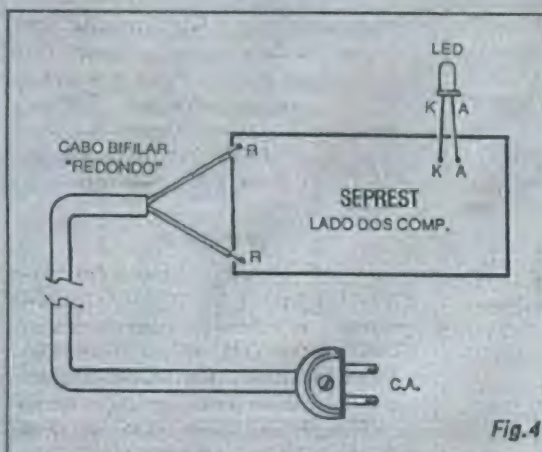

Fig. 4
- FIG. 4 - CONEXÕES EXTERNAS À PLACA - As ligações externas à placa são elementares... O LED (identificar corretamente seus terminais de *catodo/anodo* ou A/K...) tem suas pernas ligadas aos furos/ilhas periféricos A e K enquanto que os cabos que vão à rede C.A. (alimentação geral) devem ser conectados aos pontos R-R, nada mais... No diagrama, a placa do Impresso ainda é vista (como na figura anterior...) pela sua face não cobreada... Um lembrete: embora o LED possa ser ligado diretamente à placa, pelos seus próprios terminais, dependendo da posição adotada para fixação do Impresso dentro do *container* escolhido, pode tornar-se mais prática a sua conexão via pedaços de cabinho isolado, no conveniente comprimento... Nada impede isso, desde que as identificações de terminais e respectivos pontos na placa estejam "nos conformes"...